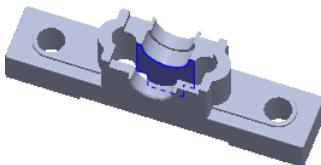
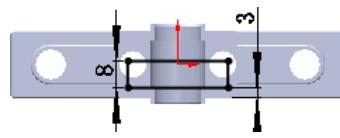

图 5.39.25 切除-拉伸 6
图 5.39.26 横断面草图 (十一)
Step15. 创建图 5.39.25 所示的特征切除-拉伸 6。横断面草图如图 5.39.26 所示。